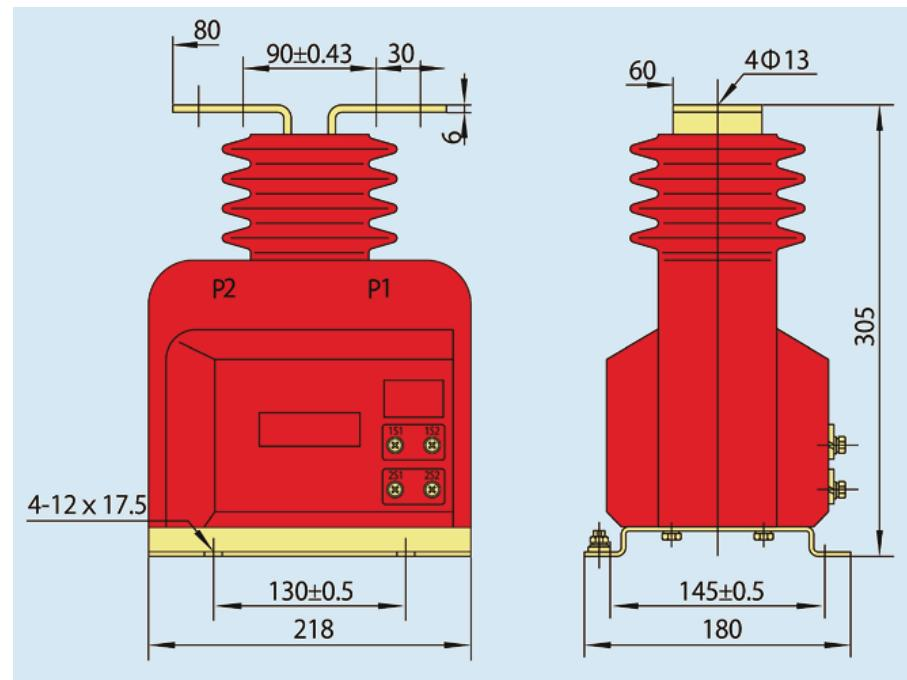

Рис. 6.1 Внешний вид и размеры трансформатора тока LQZBJ-10, LQJ8-10
6. Внешний вид и размеры (см. рис. 6.1)